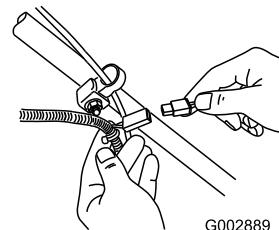

Figura 28
- Conecte el cargador al arnés de cables del cortacésped, situado debajo de la llave de contacto (Figura 28).